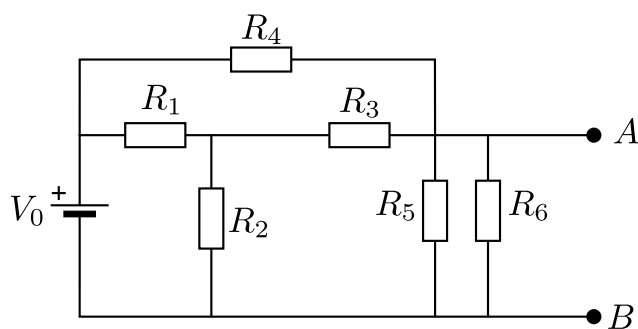

Figura 2.2: Montaje del circuito a realizar
- Realizar en la placa de inserción el montaje de la figura 2.2. Includid fotos del montaje y un esquema en la memoria de la práctica.
- Comparar los valores obtenidos con los valores teóricos de V_{th} y R_{th} obtenidos a partir del esquema de la figura 2.2 y de los valores de las resistencias elegidas.